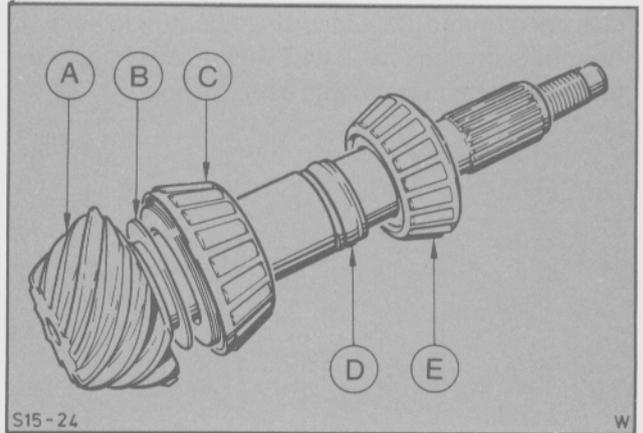

Fig. 48 - A: Piñón
- Colocar el piñón con un nuevo espaciador deformable, con el fin de producir la precarga especificada, y los cojinetes en la carcasa del diferencial. Lubricar los cojinetes con aceite hipoidal especificado (Fig. 48).